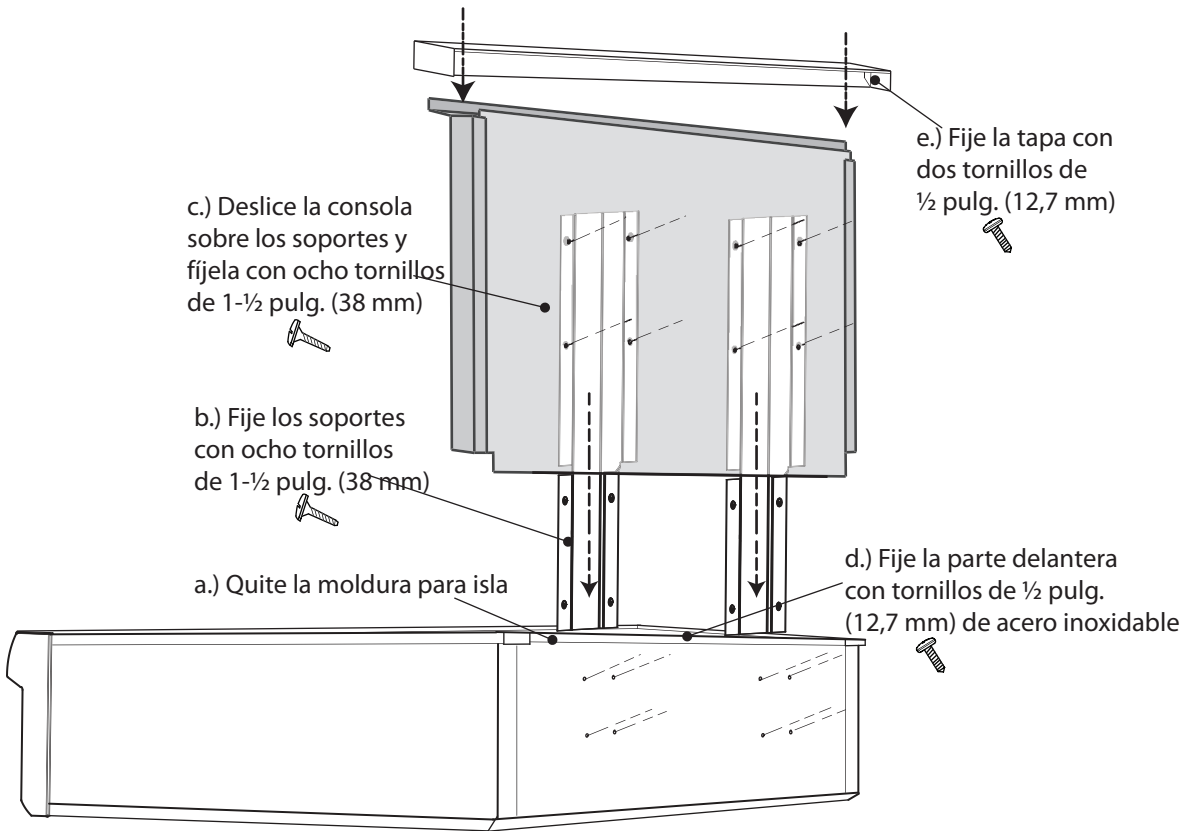

Figura 12: La consola trasera baja
- a. Según el modelo, quite los tres o cuatro tornillos de acero inoxidable proporcionadas con la moldura para isla. Quite los dos tornillos que sujetan la pieza al panel trasero. Levante la moldura para isla para quitarla (A, *Figura 12*).
- b. Deslice los soportes entre los dos paneles traseros de los armazones de las estufas. Fije cada soporte con cuatro tornillos de 1½ pulg. (38 mm) (B, *Figura 12*).
- c. Deslice la consola trasera sobre los dos soportes de la parte trasera de la estufa. Fíjela con ocho tornillos de 1-½ pulg. (38 mm) (C, *Figura 12*).
- d. Fije la parte delantera de la consola trasera a la estufa con tres o cuatro tornillos de ½ pulg. (12,7 mm) (D, *Figura 12*).
- e. Coloque la tapa de la consola trasera en la parte superior y fíjela con dos tornillos de ½ pulg. (12,7 mm) (E, *Figura 12*).